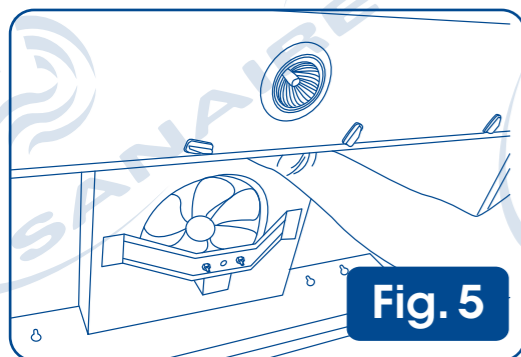

Fig. 5
2. Introduzca con cuidado su mano hasta tocar la base del foco. (Fig. 5)